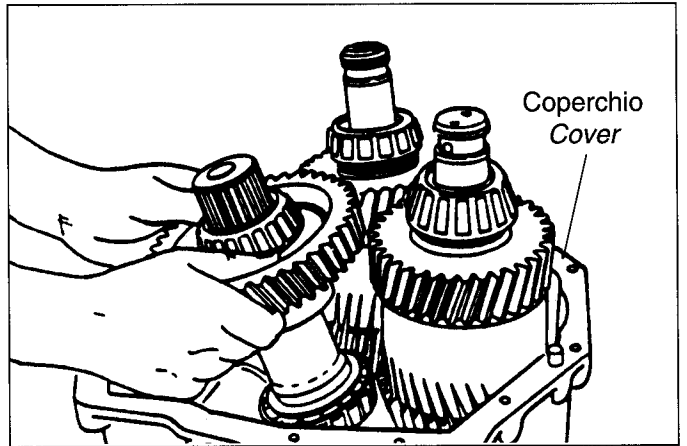
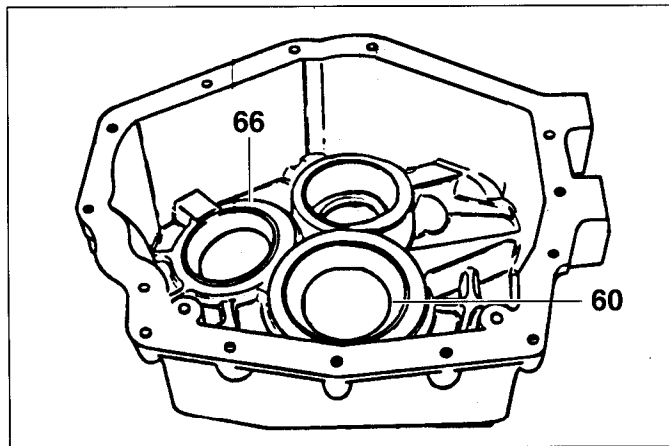

Fig. 14
Fig. 15
- 2) Togliere dalla scatola i pacchi spessori (51-52-53-54) e (99-100-101-102). Estrarre le coppe dei cuscinetti (63) (66) e (79), battendo con l'attrezzo (15751990117) sulla superficie maggiore.
- 3) Estrarre gli alberi dal coperchio (Fig. 14).
- 4) Allentare le viti (64) con rondelle (12) e togliere il carterino (62).
- 5) Con apposito estrattore a griffe per interni, estrarre dalla semicarcassa le coppe dei cuscinetti (60) con gli spessori (56-57-58-59) e (66) (Fig. 15).
- 6) Svitare le viti (11) con rondella (27) dalla flangia (46). Utilizzare due di queste viti, avvitare sulla flangia per estrarla dal coperchio.
- 3) Remove shafts from cover (Fig. 14).
- 4) Loosen screws (64) with washer (12) and remove baffle (62).
- 5) By means of a suitable bearing puller drive off taper roller bearings (60) with shims (56-57-58-59) and (66) outer race from main housing (Fig. 15).
- 6) Remove the screw (11) with washer (27) from the flange (46). Use two of these screws and screw them down on the flange to extract it from the cover.